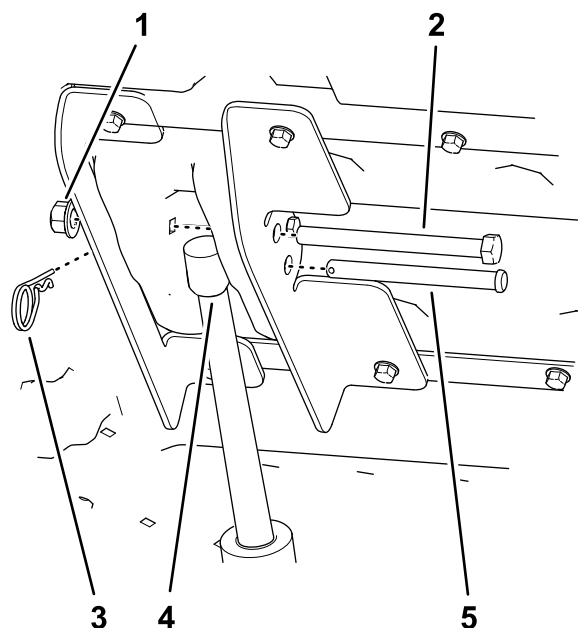

Figure 7
1. Retirez le boulon à tête hexagonale (1/2" x 5-1/2") et le contre-écrou (1/2") des supports de levage intérieur et extérieur (Figure 7).
2. Retirez la goupille fendue de l'axe de chape (3-1/2") et retirez l'axe de chape de la tige du vérin de levage (Figure 7).